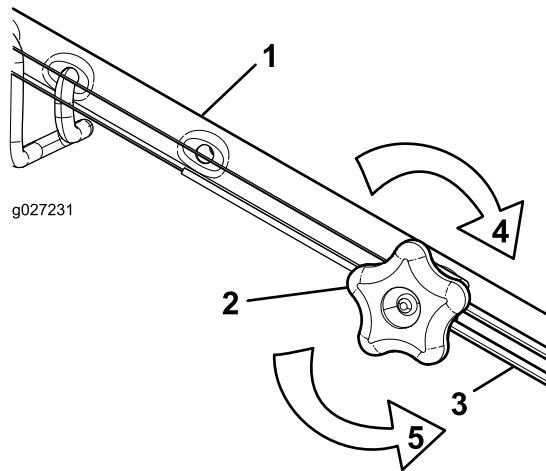

Bild 25
1. Drehen Sie das Handrad nach links, um die Zugeinstellung zu lösen (Bild 25).
2. Stellen Sie die Spannung des Zugs (Bild 25) ein, indem Sie ihn zurückziehen oder nach vorne drücken und dann in dieser Stellung arretieren.